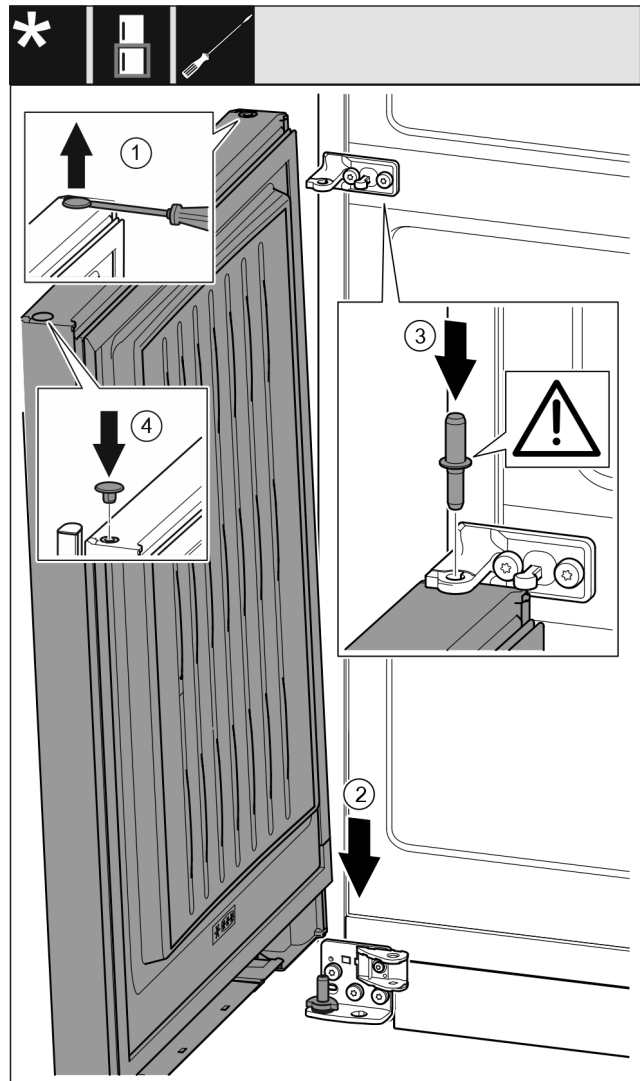

Fig. 37
- Ngrini lart me kujdes tapën Fig. 37 (1) me një kaçavidë me kokë petë dhe nxirreni jashtë.
- Futni derën Fig. 37 (2) nga lart mbi bulonin e rrotullimit poshtë.
- Futni në derën poshtë bulonin e rrotullimit në mes Fig. 37 (3), duke e kaluar përmes bazamentit mbështetës në mes. Këtu bëni kujdes që gunga ndaluese të jetë e kthyer nga poshtë.
- Vendosni sërish në vend tapën Fig. 37 (4) në anën tjetër të derës.